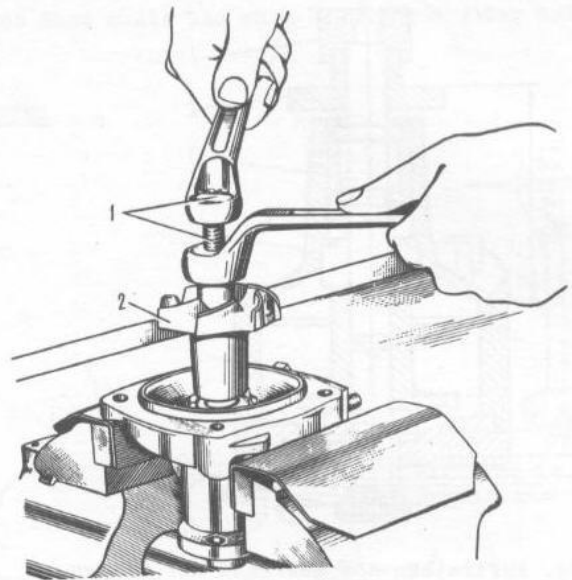

Bild 2-102. Ausbau des Pumpenlaufrads:
- Deckel in Schraubstock einspannen, dabei Zwischenlagen benutzen, und Laufrad 9 mit Welle mittels Ausbauvorrichtung A.40026 (Bild 2-102) ausbauen;